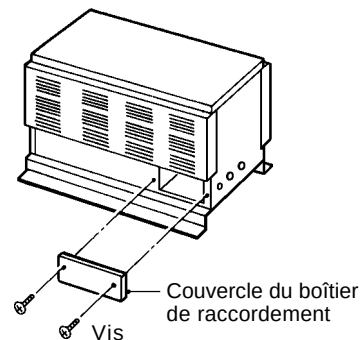

Fig. 19
- 1) Enlevez les deux vis et le couvercle du boîtier de raccordement du condenseur. Voir Fig. 19.